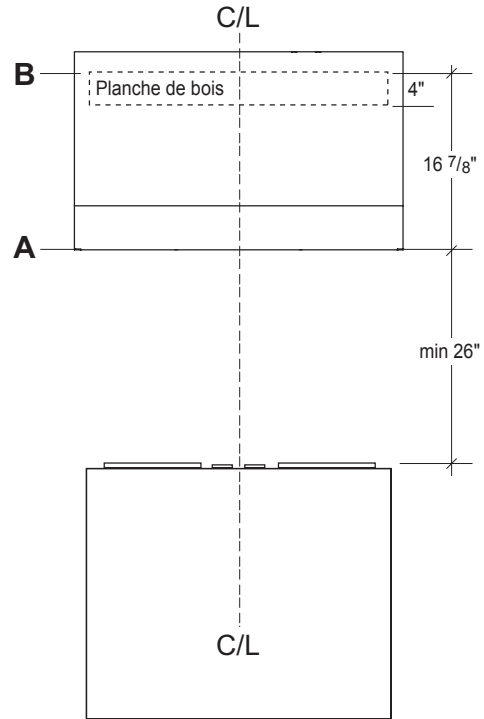

FIG. 1
- 3 Choisissez la hauteur désirée au-dessus de la surface de cuisson (au moins 26 po). Mettez la hotte de niveau et marquez-en le bas (ligne A dans la figure 1).
- 4 Mettez de niveau la planche de bois et marquez-en le dessus (ligne B de la figure 1) à 16 7/8 po de la ligne A.